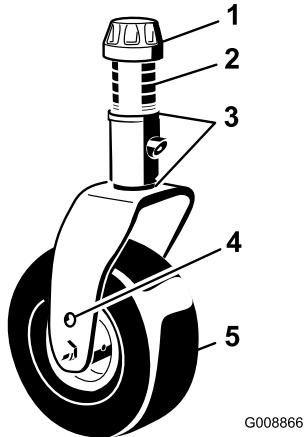
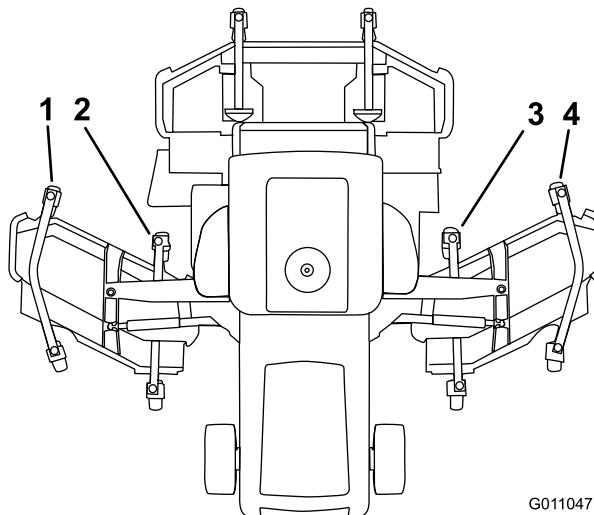

Figura 32
Figura 33
3. Si el borde interior de la unidad de corte lateral está demasiado alto respecto al borde exterior de la unidad de corte delantera, retire un suplemento de 3 mm de la parte inferior del brazo interior delantero de la rueda giratoria en la unidad de corte lateral (Figura 32) y Figura 33). Vuelva a comprobar la medida entre los bordes exteriores de ambas unidades de corte laterales y el borde interior de las unidades de corte laterales y el borde exterior de la unidad de corte delantera.
4. Si el borde interior sigue estando demasiado alto, retire otro suplemento de 3 mm de la parte inferior del brazo interior delantero de la rueda giratoria de la unidad de corte lateral y un suplemento de 3 mm del brazo exterior delantero de la rueda giratoria de la unidad de corte lateral (Figura 32 y Figura 33).
5. Si el borde interior de la unidad de corte lateral está demasiado bajo respecto al borde exterior de la unidad de corte delantera, añada un suplemento de 3 mm a la parte inferior del brazo interior delantero de la rueda giratoria en la unidad de corte lateral (Figura 32 y Figura 33). Compruebe la medida entre los bordes exteriores de ambas unidades de corte laterales y el borde interior de las unidades de corte laterales y el borde exterior de la unidad de corte delantera.